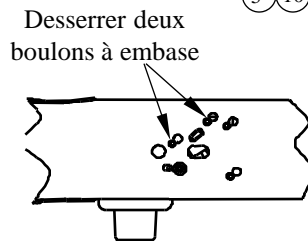

Figure 2b
2. **Sur les camionnettes 2007 « New Body Style » avec commande de freins de remorque d'origine :** Replacer la prise électrique située sur l'intérieur du longeron côté conducteur au-dessus de la roue arrière (Figure 2a). La prise doit être enlevée en desserrant deux boulons situés sur l'extérieur du cadre puis en poussant leur tête à travers les fentes en trou de serrure, comme illustré à la Figure 2b. Fixer la prise sur la cornière fournie avec le nécessaire de montage. Le support sera fixé sur l'intérieur du cadre à l'aide d'un boulon de 3/4 po lors d'une étape ultérieure.